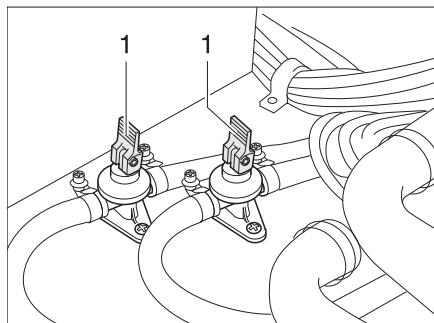

Bild 128 Avtappningskranar
- Stäng avtappningskranarna. Ställ vipparmen (Bild 128,1) i vågrätt läge.
- Öppna avtappningskranarna (Bild 128). Ställ vipparmen (Bild 128,1) i lodrätt läge. Nu töms varmvattenberedaren via avtappningskranarna (utomhus).